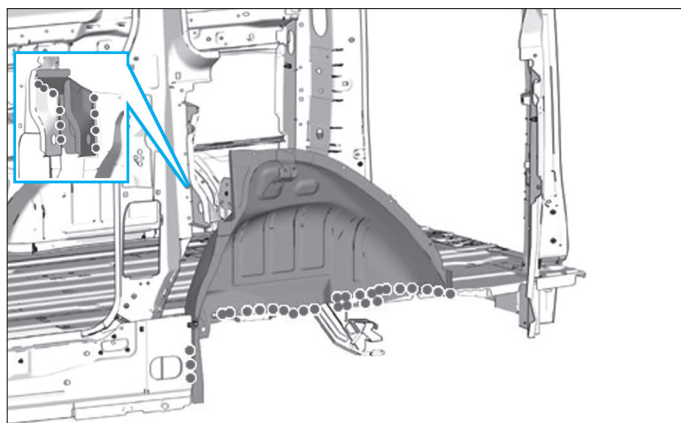

FIG. 103
- Souder par points électriques (Fig.103).